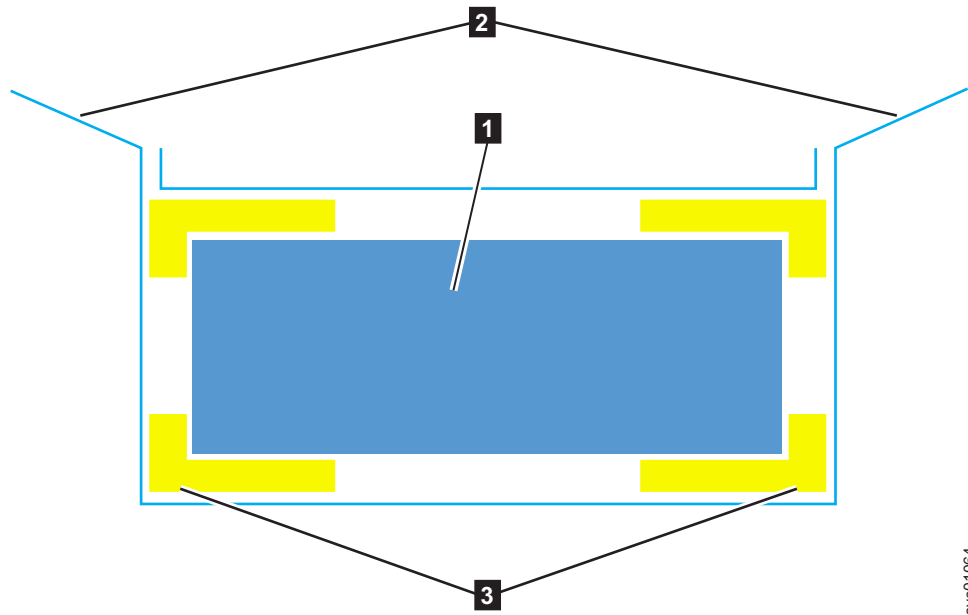

Figura 50. Materiais de embalagem
3. Recorte os cantos da caixa de envio e dobre-os para descobrir as laterais e a frente do gabinete de expansão, conforme mostrado em Figura 50 na página 59.